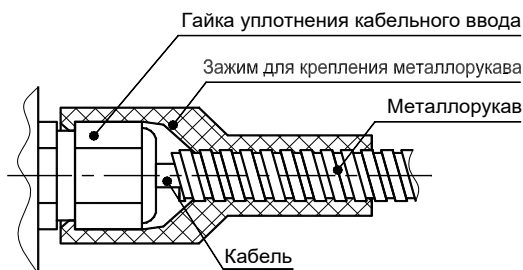

Рисунок 6.
4. Надеть зажим для крепления металлорукава на кабели в металлорукаве со стороны монтажного шкафа (см. рисунок 6).
9. Надеть зажим для крепления металлорукава с металлорукавом на гайку кабельного ввода до его надежной фиксации на гайке (см. рисунок 6).